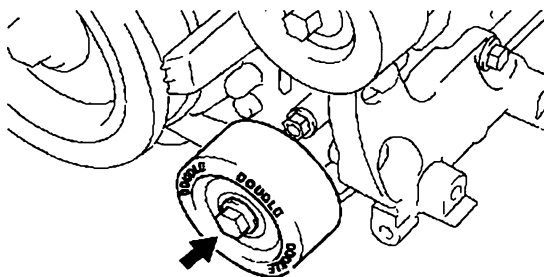

图 22-43 安装 1 号惰轮
24) 按照图 22-43 所示, 安装 1 号惰轮 (1 号惰轮上标有 “DOUBLE” 字母)。螺栓紧固力矩为 $39\text{N} \cdot \text{m}$ 。